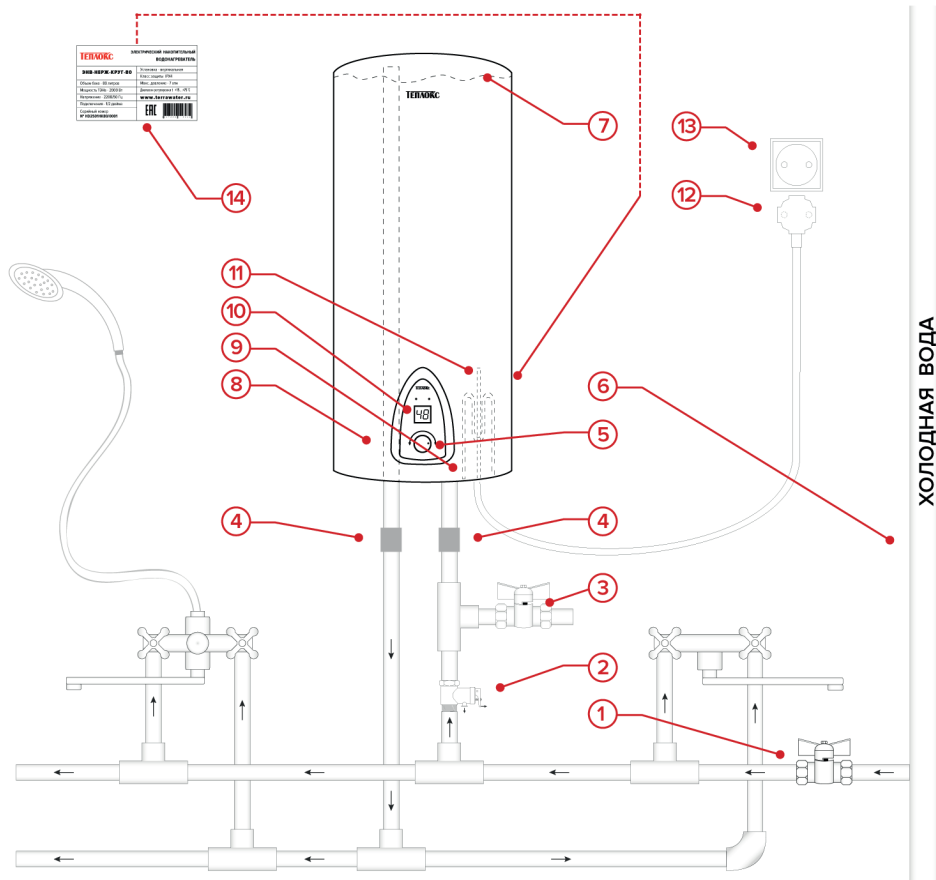
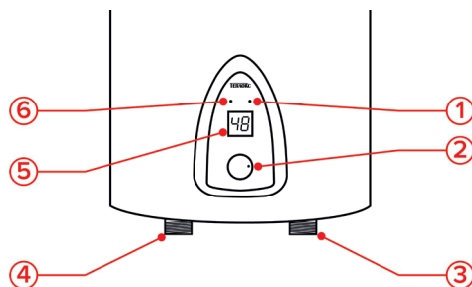

Рис. 1
Рис. 3
При открытии крана в точке водоразбора нагретая вода выходит из водонагревателя через трубку в верхней части накопительного бака (рис. 1 пункт 8), а холодная вода из магистрали поступает в нижнюю часть бака. Холодная вода поступающая в нижнюю часть накопительного бака водонагревателя, нагревается ТЭНом и по законам физики поднимается в верхнюю часть накопительного бака откуда, через выходной патрубок, уходит к точкам водоразбора.
4. Предохранительный клапан (рис.1, пункт 2) присоедините к патрубку входному (рис.3, пункт 3).
6. Присоедините патрубок выходной (рис. 3, пункт 4) к магистрали горячей воды.
8. Откройте запорный вентиль холодной воды (рис. 1, пункт 1) после чего накопительный бак водонагревателя начнет заполняться холодной водой.
2. Откройте запорный вентиль холодной воды (рис. 1, пункт 1) и накопительный бак водонагревателя начнет заполняться холодной водой.
6. Ручку регулировки температуры (рис. 3, пункт 2) установите в крайнее правое положение.
7. Автоматически включится нагревательный элемент (ТЭН) который будет нагревать воду, при этом загорится индикатор красного цвета (рис. 3, пункт 1).
8. При достижении температуры воды в 75 °С в накопительном баке водонагревателя, автоматически выключится нагревательный элемент (ТЭН), при этом погаснет индикатор красного цвета (рис. 3, пункт 1).
9. В последствии ручкой регулировки температуры (рис. 3, пункт 2) установите комфортную для вас температуру нагрева воды в водонагревателе.
2. Закройте запорный вентиль холодной воды (рис. 1, пункт 1)
3. Слейте воду из водонагревателя открыв запорный вентиль для слива (рис. 1, пункт 3).